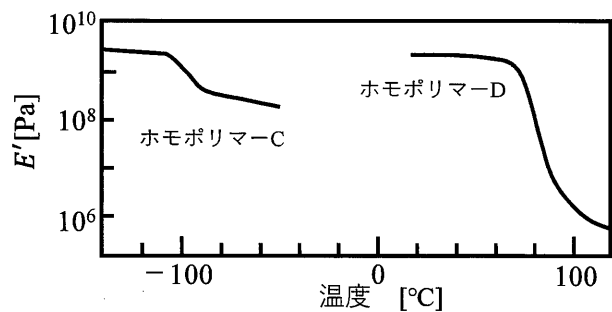

図4 ホモポリマーCおよびDの貯蔵弾性率
2) 動的な粘弾性測定は、異なる組成からなるポリマーの相状態を評価する際にも利用される。図4は、あるホモポリマーCとホモポリマーDの測定周波数 1 Hz における貯蔵弾性率 (E') の温度依存性を示したものである。なお、図4の貯蔵弾性率の変化は、各ホモポリマーの主分散を反映したものとす
b) ホモポリマーCとホモポリマーDの組成が 1 : 1 になるように、ホモポリマーCとホモポリマーDのランダム共重合体を調製した。図4の2種ホモポリマーの貯蔵弾性率から予想されるランダム共重合体の $\tan\delta$ の概形を、横軸を温度、縦軸を $\tan\delta$ とするグラフとして図示せよ。グラフには設問2) の a) で答えた温度も書き入れよ。